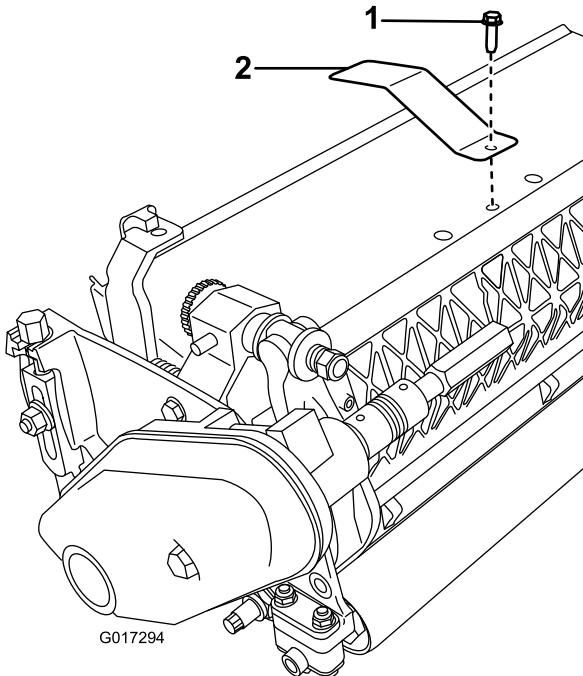

図 3
2. 中央のグラスシールドボルトを外す図3。
3. 取り外したボルトを使って、ターゲットプレートをカッティングユニット上部に取り付ける図3。